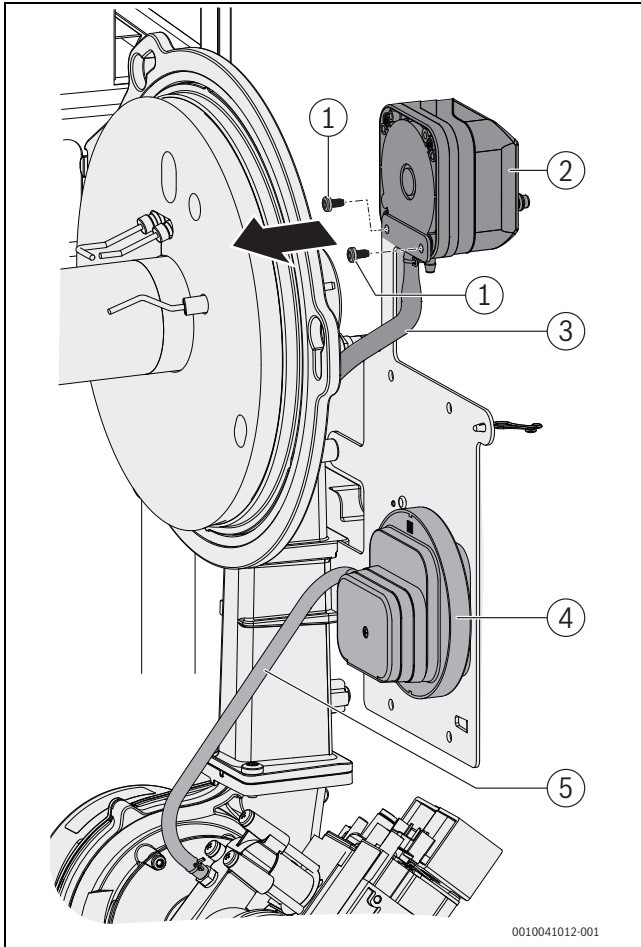
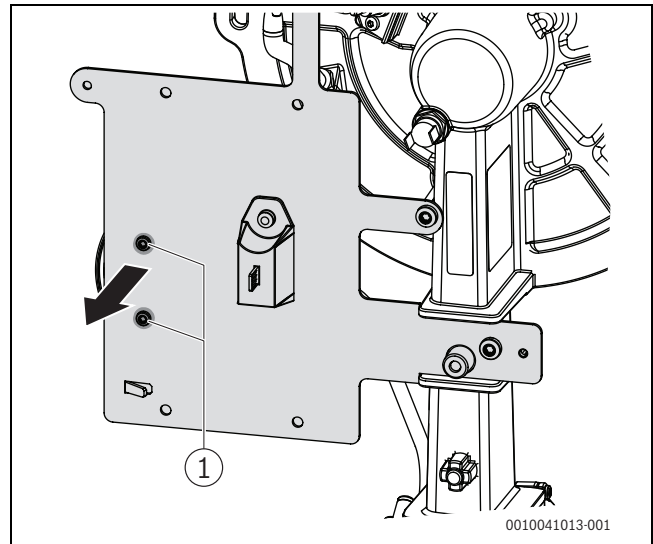

Bild 11 Feuerraum- und Kleinlast-Druckwächter demontieren
Bild 12 Kleinlast-Druckwächter demontieren
- ▶ 2 Befestigungsschrauben (→Bild 12, [1]) entfernen und Kleinlast-Druckwächter (→Bild 11, [4]) an der Rückseite des Halbleches abnehmen. Dabei darauf achten, dass der Schlauch (→Bild 11, [5]) und das Anschlusskabel (nicht dargestellt) nicht beschädigt oder abgezogen werden.
- ▶ Feuerraum-Druckwächter und Kleinlast-Druckwächter mit den dafür vorgesehenen Schrauben am Halblech fixieren. Darauf achten, dass die Anschlussschläuche wie in Bild 11 geführt und nicht geknickt sind.